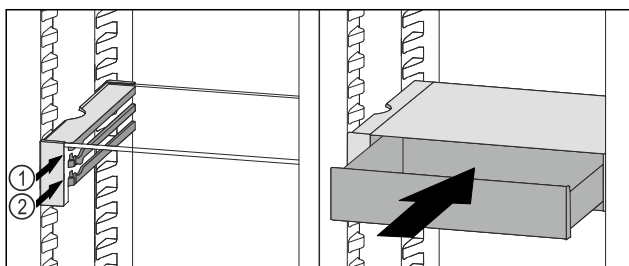

Fig. 119
- Zásuvku VarioSafe nasadíte za zarážkami na požadovanom rebre Fig. 119 (1) alebo Fig. 119 (2).